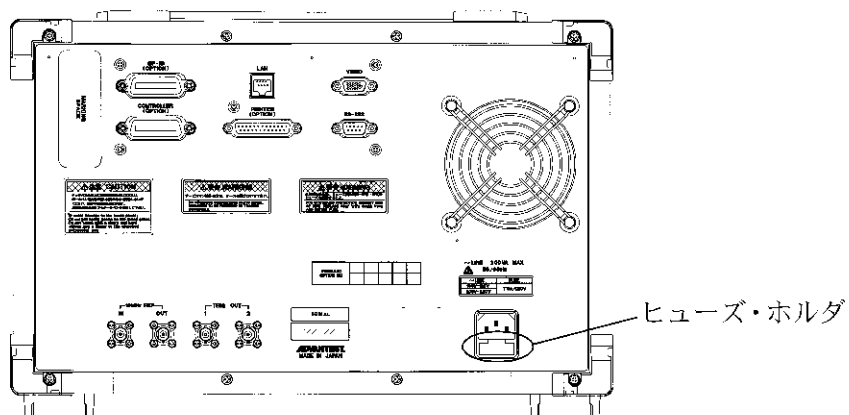
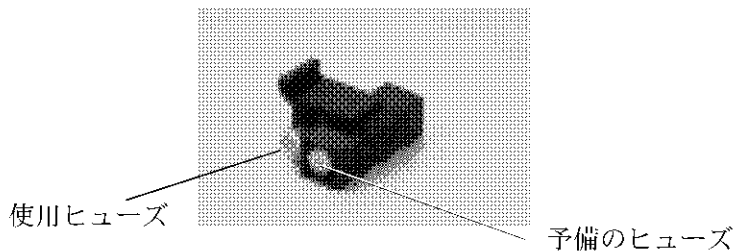

図 1-2 ヒューズ・ホルダの位置
図 1-4 ヒューズ・ホルダ
3. 背面パネルにあるヒューズ・ホルダをマイナス・ドライバを使用して外します（図 1-2 ~ 図 1-4 参照）。